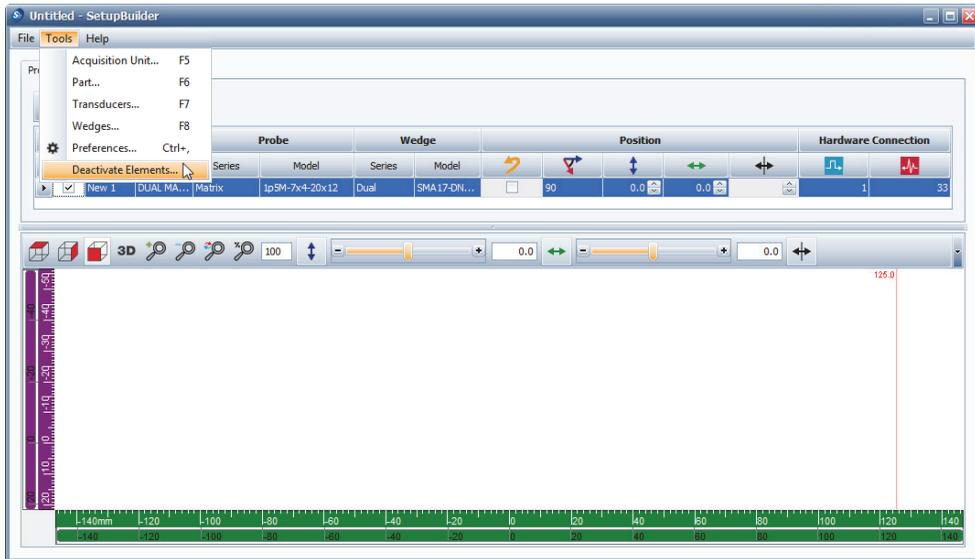

Рис. 9-13 Выбор команды Deactivate Elements в меню Tools (Сервис)
1. В меню **Tools** (Сервис) щелкните **Deactivate Elements** [Деактив. эл-ты] (см. Рис. 9-13 на стр. 116).